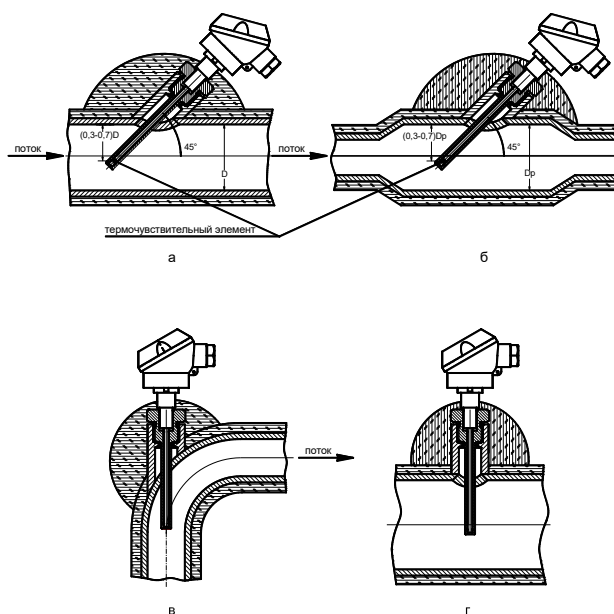

Рисунок 6.8 Рекомендуемые варианты установки термopеобpазователей на трубопроводе
6.5.3 Если диаметр чувствительного преобразователя ТС превышает $0,13D$, то допускается при установке ТС применять расширитель (рисунок 6.8 б), где D_p – внутренний диаметр расширителя.